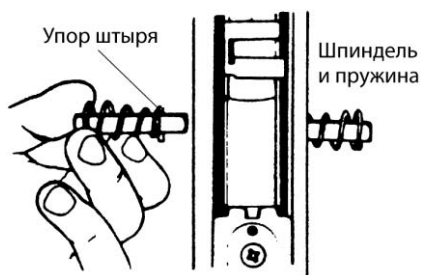

Рис. 6.31. Установка шпинделя
8. Вставить и установить внутренние и наружные шпиндели и пружины так, чтобы ограничитель штыря находился в контакте со ступицей корпуса замка (рис. 6.31).